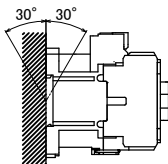

Fig.1
- (1) 请安装于干燥、洁净、牢固的场所。请垂直安装。
- (2) 允许倾斜角度在 30° 以内。(Fig.1)